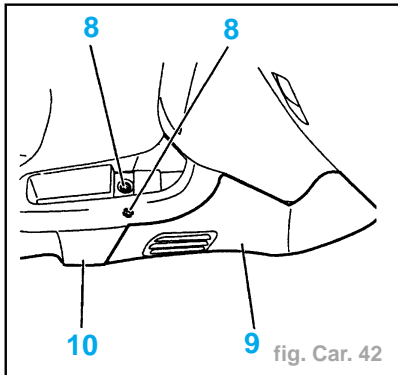

fig. Car. 42
- le pommeau de levier de vitesses (3),
- l'ensemble coiffe levier de vitesse (4),
- les fixations (5).
- Déposer les fixations (8) (fig. Car. 42).
- Déposer les flasques (9).
- Déposer la console de plancher (10).